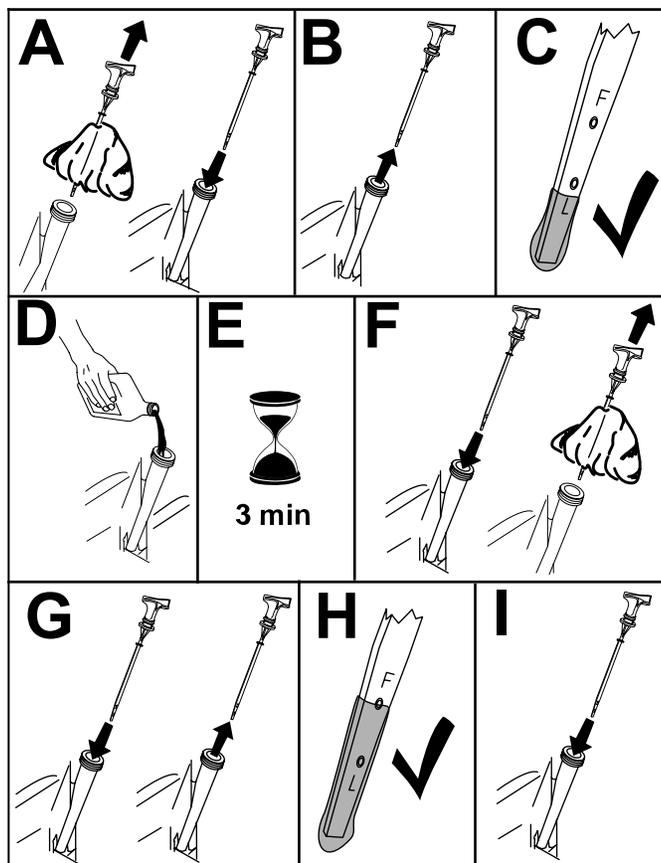

Figura 23
4. Compruebe el nivel de aceite del motor como se muestra en Figura 23.